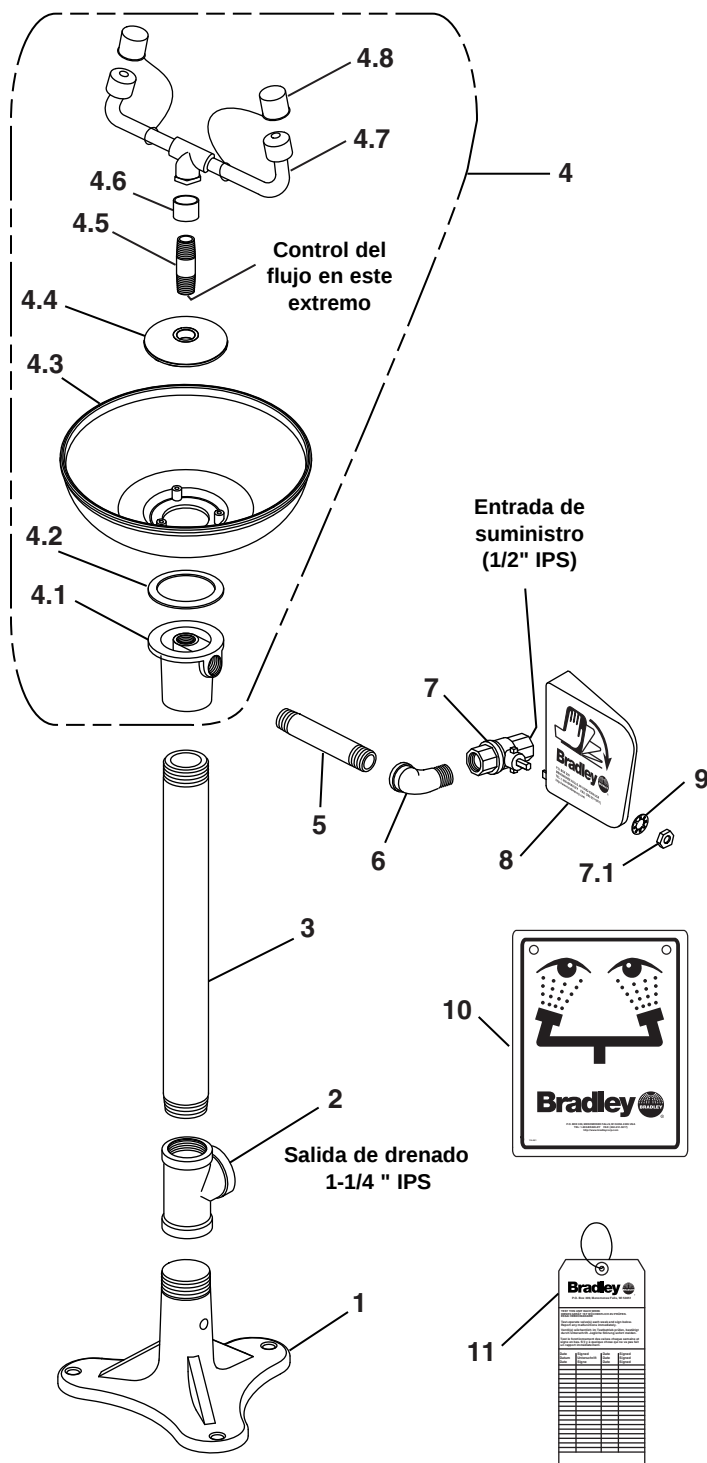

Figura 2a
1. Montar los componentes del lavajos como se muestra en la figura 2a de la página 12 (para la unidad con receptor de plástico) o la figura 2b de la página 13 (para la unidad con receptor de acero inoxidable).